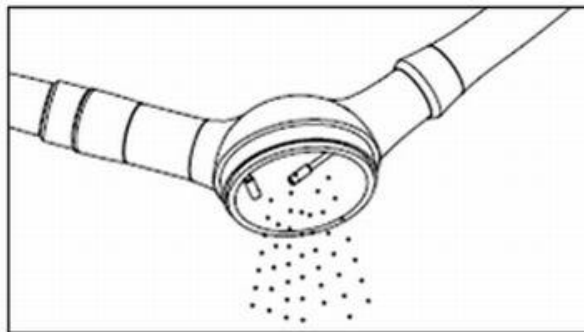

Рис. 4
- 1) Откройте колпачок контейнера порошка и удалите остатки очищающего порошка. (Рис. 4)